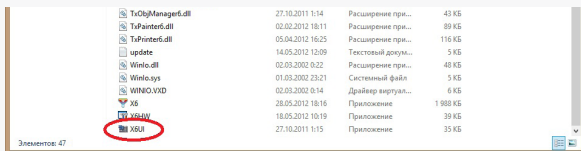

Рисунок 7
3. Откройте на ПК папку с установленной программой (По умолчанию C:\Program Files\ThorX6). Щелкните правой кнопкой мыши по файлу X6UI (Рисунок 7) и запустите его от имени администратора. Разрешите запуск программы.